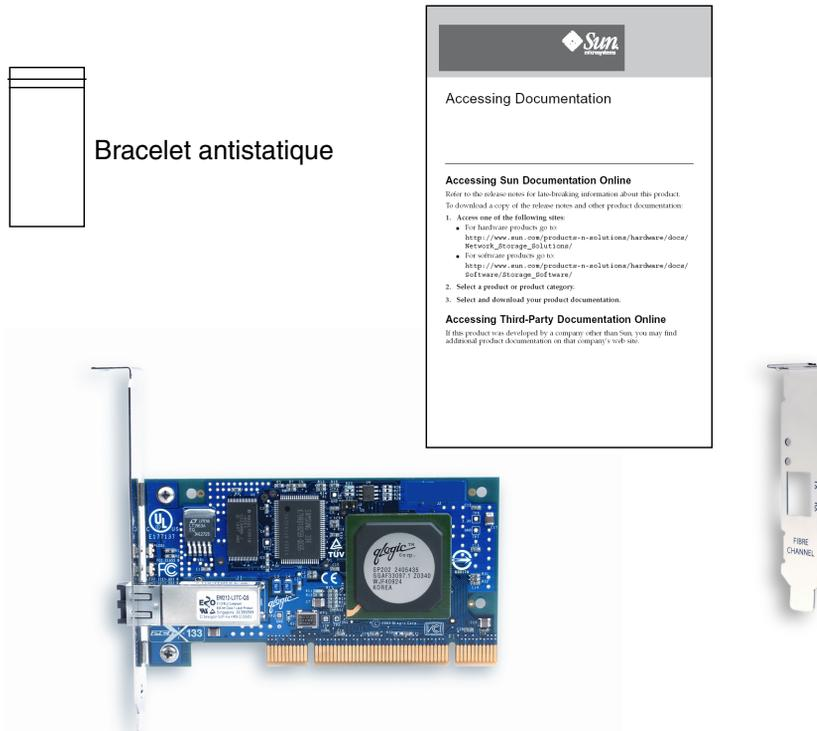

FIGURE 1 Contenu de l'emballage du HBA
- Vérifiez que les éléments suivants ont bien été livrés avec le HBA Sun StorEdge 2 Gb FC PCI-X à simple accès d'entrée de gamme (voir **FIGURE 1**) :